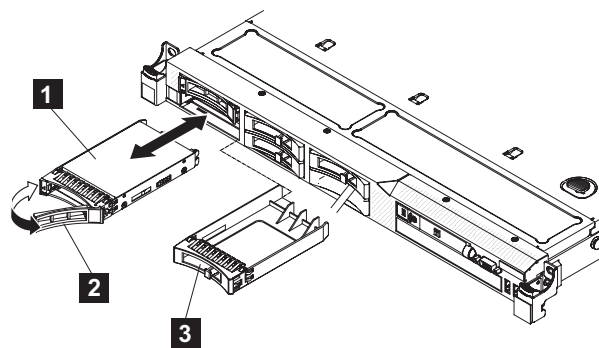

図 115. SAN ポリウム・コントローラー 2145-CF8 ドライブとドライブ・ベイ・フィラー
- b. ドライブ・アセンブリを、図 115 に示すように、ベイ内のガイド・レールに位置合わせします。